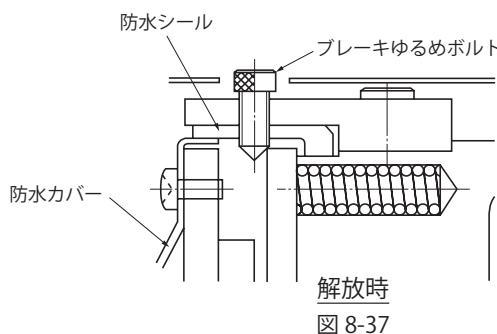

図 8-37
- (1) 対角 2ヶ所のブレーキゆるめボルトを一旦外し、手動解放防止用スペーサを取り除いた後、再度ボルトを六角スパナでねじ込んでいくとブレーキは解放されます。この時ブレーキゆるめボルトを回し過ぎないようにしてください。(ブレーキが解放されたか確認しながらブレーキゆるめボルトを回してください。) (図 8-37、8-38 参照)